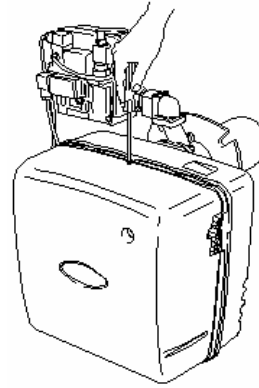

Fig. 19
- Cu ajutorul unei șurubelnițe în cruce slăbiți șurubul de strângere și demontați carcasa arzătorului (Fig. 19)
- Cu ajutorul unei șurubelnițe în cruce slăbiți șurubul de strângere și demon-tați carcasa arzătorului (Fig. 19)